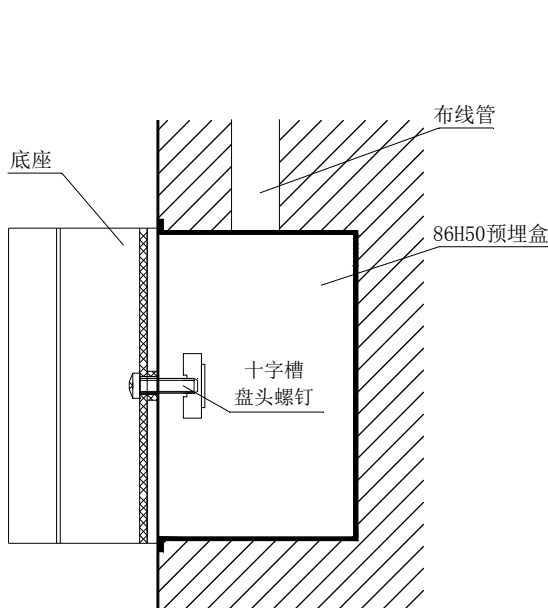

图 4-1
- ★ 固定底座：将导线从LD60(ED)底座背面进线孔穿入，用M4螺钉如图4-1所示将其安装在预埋盒固定孔上。